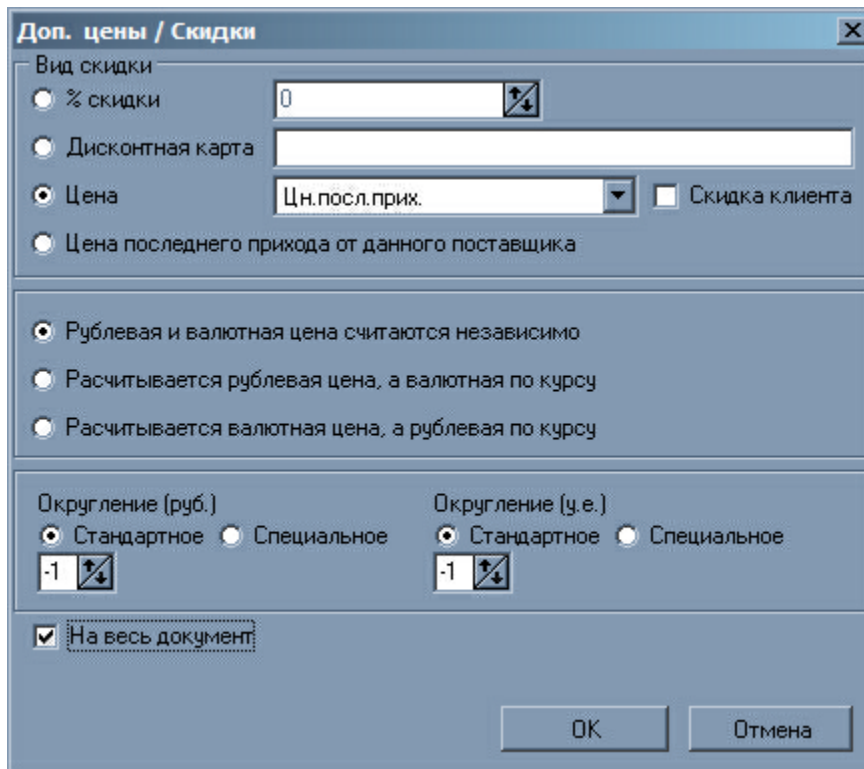

Рис. 6
- в появившемся окне (см. рис. 6) **выбрать** вид скидки *Цена* из прайс-листа *Цена посл. прих.*;